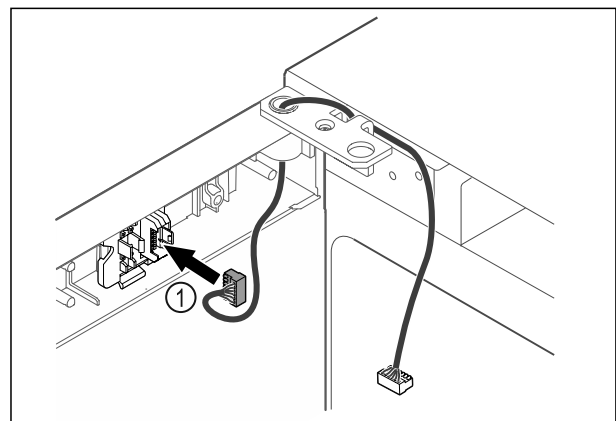

Fig. 45
- Stekker Fig. 45 (1) in steckerhouder steken.